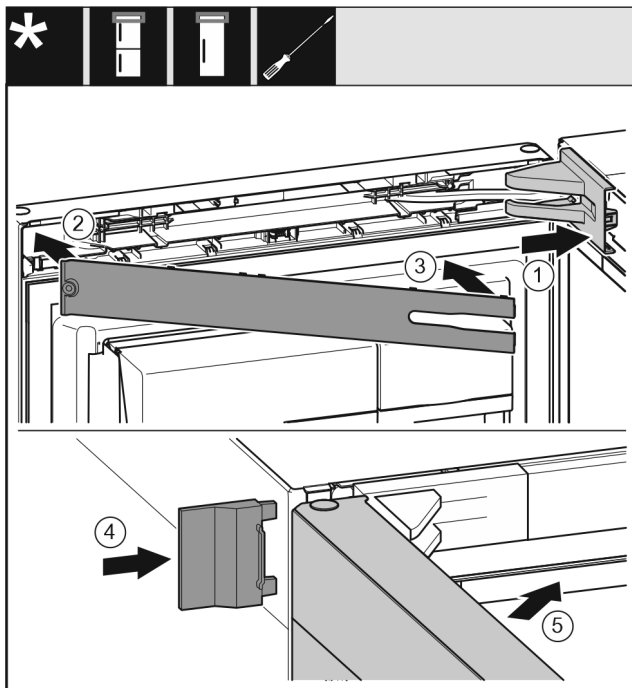

Fig. 73
- Mettre en place le cache du support de palier Fig. 73 (1) et l'enclencher. Au besoin, l'écarter avec précaution.
- Poser le cache Fig. 73 (2).
- Faire pivoter le cache Fig. 73 (3) et l'enclencher.
- Insérer le cache extérieur Fig. 73 (4).
- Fermer la porte supérieure Fig. 73 (5).